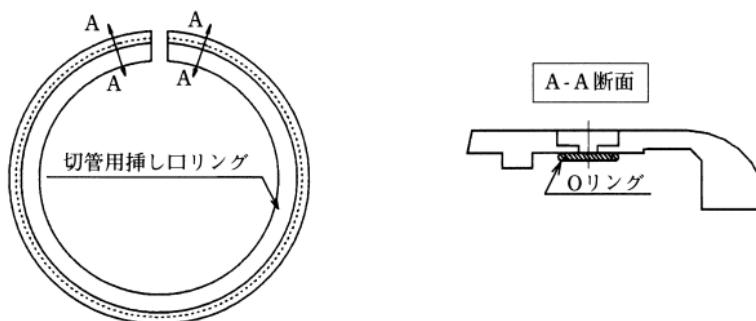

図59 切管用挿し口リング
①切管用挿し口リング（図59）のねじ穴位置にOリング（2ヶ所）が付いていること、異物の付着がないことを確認する。Oリングが外れている場合は、シアノアクリレート系接着剤で取り付ける。